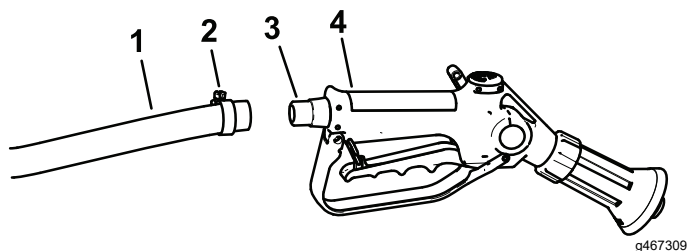

図 39
2. ホース長のもう一端をスプレーガンのフィッティングにつなぐ 図 39。